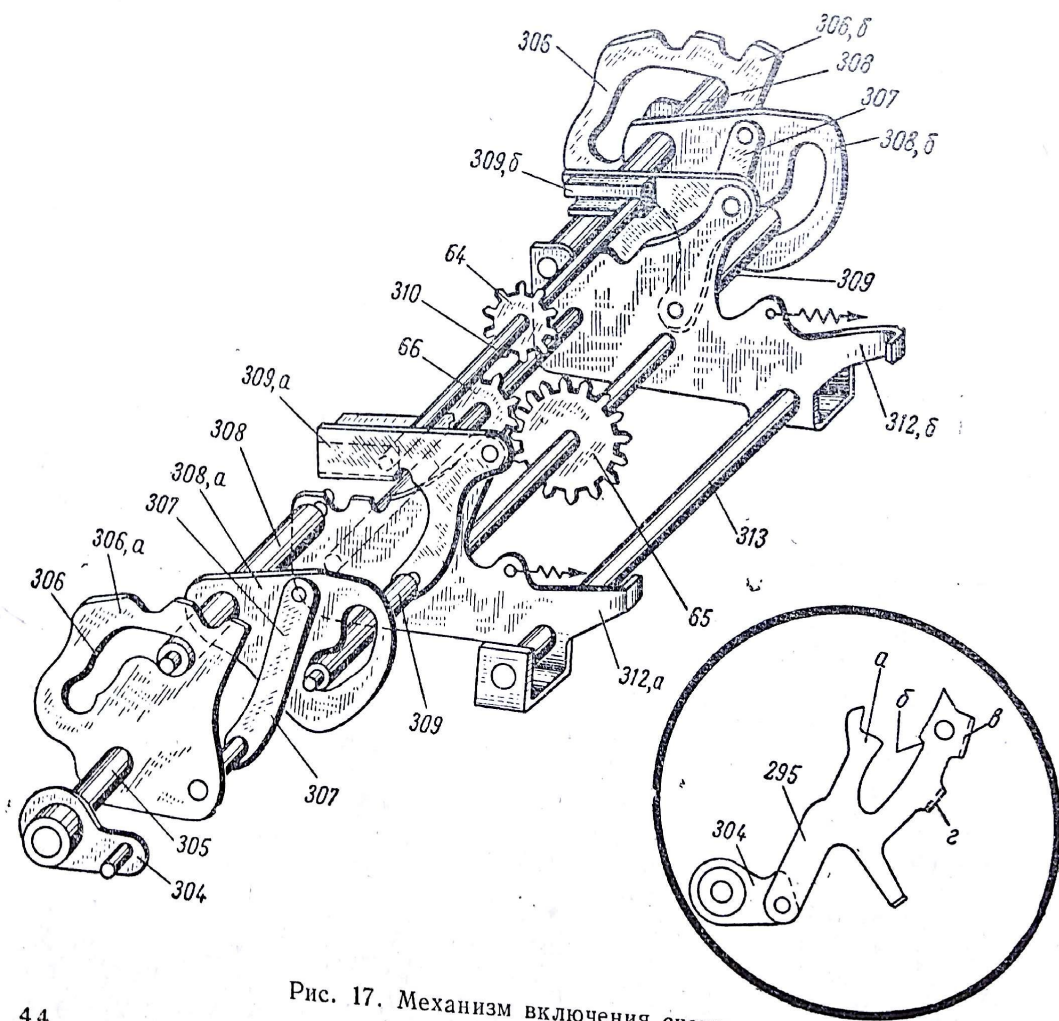
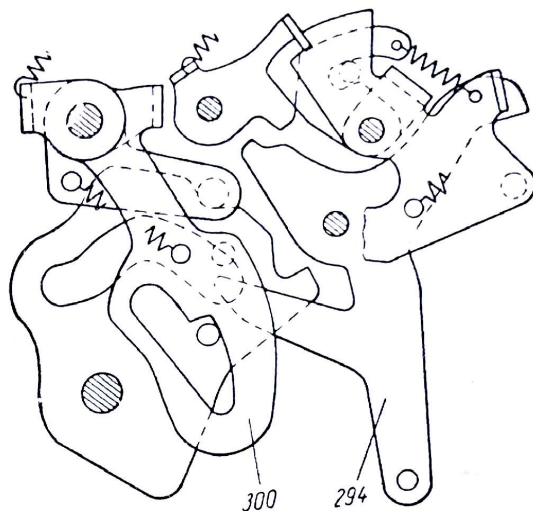
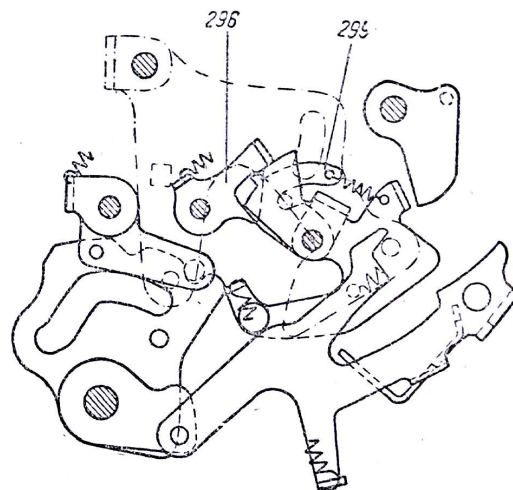
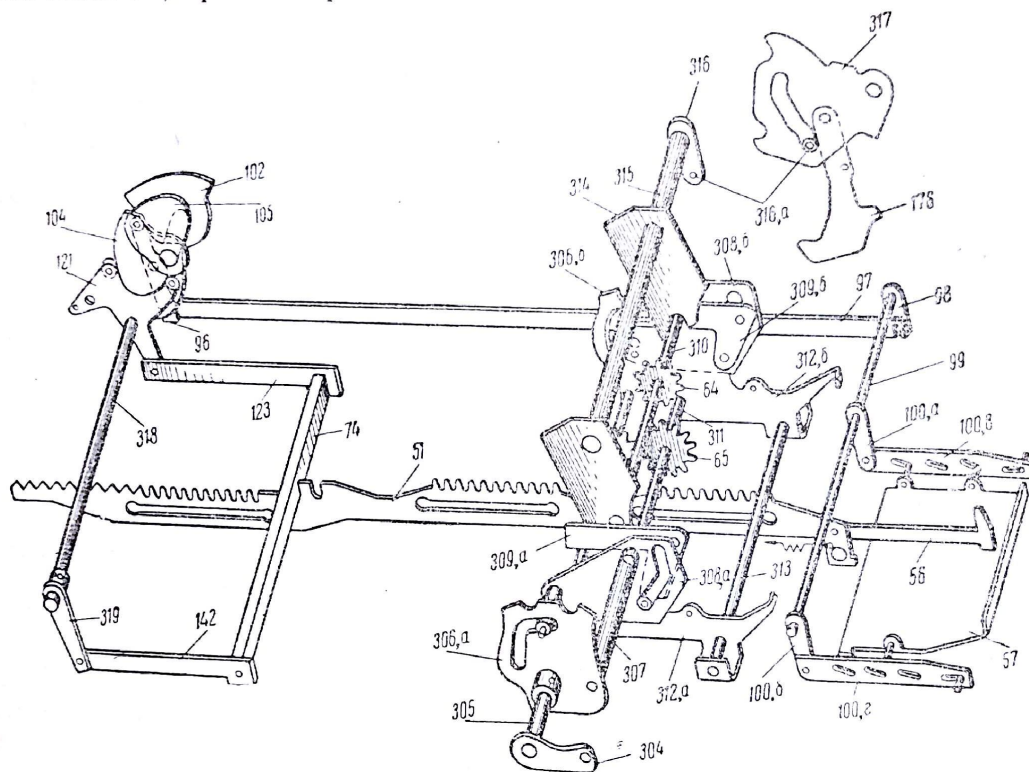

Рис. 17. Механизм включения счетчика.
Рис. 24. Конец первой половины четвертого движения рычага управления (сложение, вычитание).
Рис. 28. Положение регулятора и якоря после поворота четырехплечего рычага в рабочее положение (промежуточный итог).
Рис. 37. Передача числа в счетчик.
**Счетчик** (рис. 17). Счетчик предназначен для восприятия, суммирования и хранения чисел. Представляет собой ось 310 со свободно насаженными на нее 12 шестеренками 64. Каждая шестеренка имеет 10 зубьев, один из которых более широкий и называется десятичным. Десятичный зуб предназначен для передачи десятков. Ось счетчика вставлена в продольные вертикальные отверстия рамки 314 (см. рис. 37) и может по ним перемещаться для подключения к промежуточным шестерням 65. Кроме того, концы оси входят в горизонтальные пазы рычагов включения 309, а и б. Рамка переключает счетчик для работы на минус, а рычаги включения подключают счетчик к промежуточным или минусовым шестерням.
При третьем движении (поворот кулачкового вала на  $150^{\circ}$ — $210^{\circ}$ ) рычаг управления поворачивается по часовой стрелке и штифтом перемещает якорь. Якорь через кронштейн 304 (см. рис. 17) и ось 305 поворачивает внешние кулачки 306, *a* и 306, *b*, которые через серьги 307 поворачивают внутренние кулачки 308, *a* и 308, *b*. Внутренние кулачки своими
якорь. При этом якорь через кронштейн 304 (см. рис. 17) и ось 305 поворачивает внешние кулачки до упора роликом левого внешнего кулачка 306, а выступ ограничительного крючка 300 и промежуточные шестерни 65 отключаются от счетных реек (рис. 24). Затем наступает пауза (поворот ку-
В начале рабочего хода поворачивается четырехплечий рычаг 294 (см. рис. 24), который в обычном порядке освобождает регулятор, запирающую собачку и ограничительный крючок (см. работу механизма включения счетчиков на плюс или минус). Регулятор поворачивается, следуя за четырехплечим рычагом и продолжая упираться своим передним штифтом в его переднее плечо. При этом регулятор роликом 298, а поворачивает якорь, который своим выступом становится на пути штифта рычага управления (рис. 28).
В начале рабочего хода машины второй кулачок 102 (рис. 37) поворачивает (против часовой стрелки) минусовый рычаг 96, который через тягу включения 97, правый кронштейн 98, ось 99 и кронштейны 100, а и 100, б